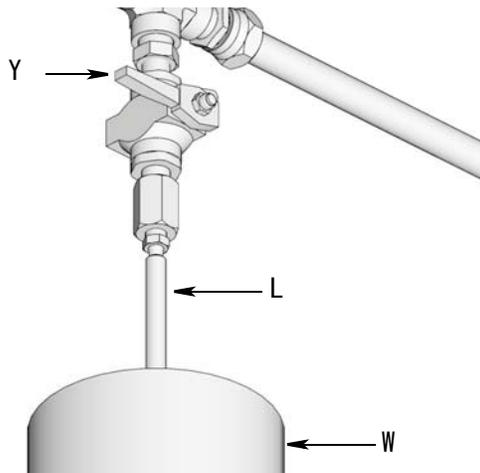

図 28:
- a. 再充填ポンプ (F) と自動充填遮断 (B) 間の圧力解放は、ボールバルブ (bv) を開いて行って下さい (図 28)。圧力が解放され余剰の流体はドレンチューブ (L) から流れ出し潤滑剤オーバーフロー容器 (W) に入ります。